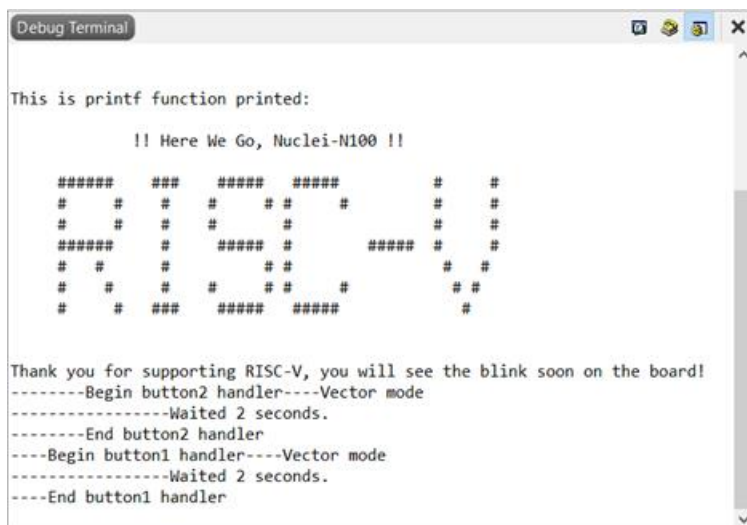

图 4-16 J-Link 输出到控制台
经过上述设置，以 demo_irqc 为例，当程序被下载至评估板后，运行过程中如果使用到了 printf 函数，则会自动打开输出控制台，使用 J-Link 输出如图 4-16。
- 在运行过程中，如果使用到了 printf 函数，则可以将输出打印到 PC 上。以 demo_irqc 为例，可以看到如图 4-13 输出（设置为蜂鸟调试器串口输出）或如图 4-16 输出（设置为用 RTT 输出）。